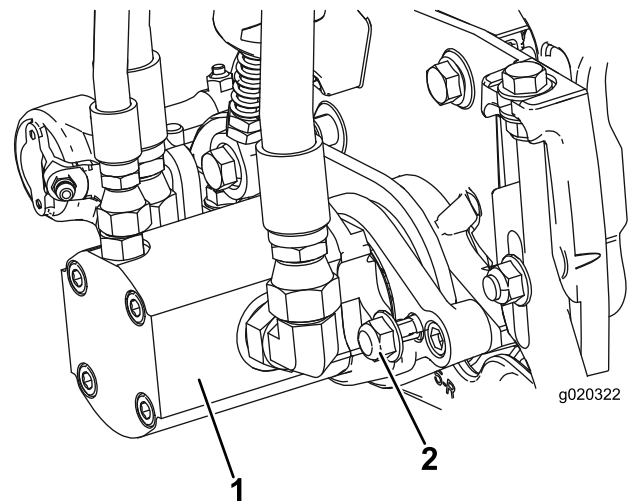

图 13
17. 以顺时针旋转的方式插入马达以使马达凸缘与锁紧螺母保持一定空隙 (图 13)。逆时针旋转马达直至凸缘环绕住螺母然后拧紧螺母。